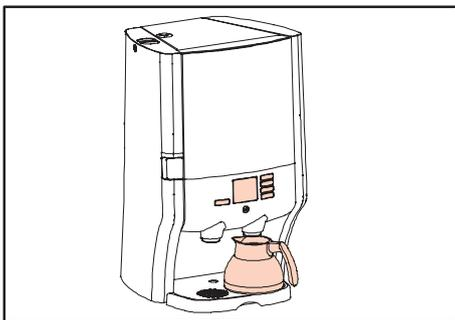

Fig. 15 Placez une verseuse sous le bec de sortie
1. Placez une verseuse sous le bec de sortie de droite (fig. 15).